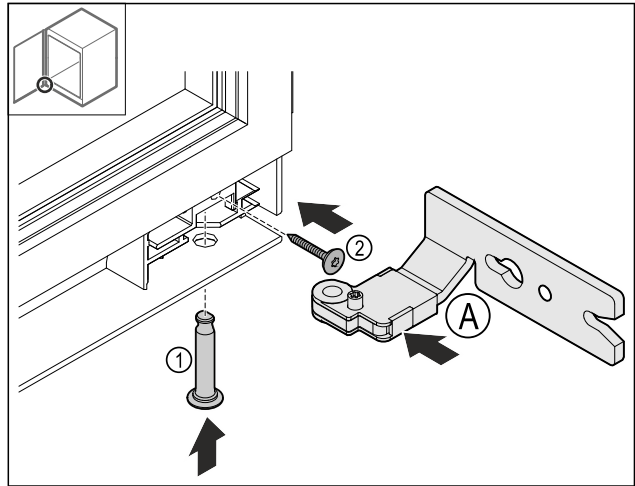

Fig. 23
- Umetnite donju šarku Fig. 23 (A).
- Umetnite svornjak Fig. 23 (1) i pridržite ga.
- Pritegnite vijak Fig. 23 (2).